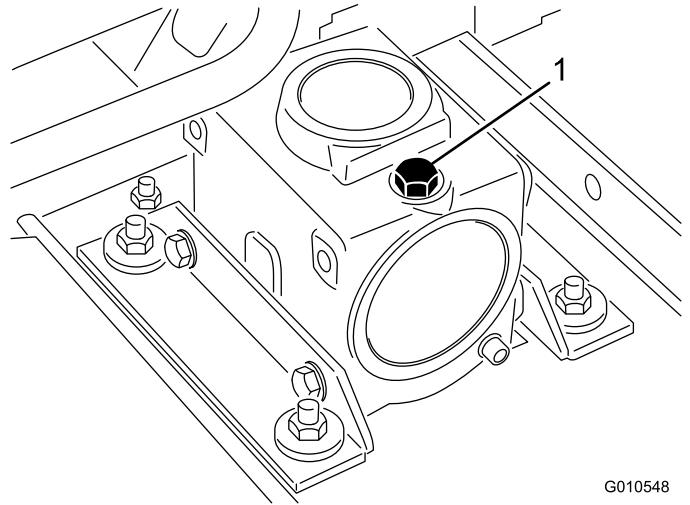

Figura 19
- Coloque la máquina y la unidad de corte en una superficie nivelada y baje la unidad de corte. Retire la varilla/ tapón de llenado de la parte superior de la caja de engranajes (Figura 19) y asegúrese de que el lubricante está entre las marcas de la varilla. Si el nivel de lubricante es bajo, añada suficiente lubricante SAE 80-90 para que el nivel quede entre las marcas.